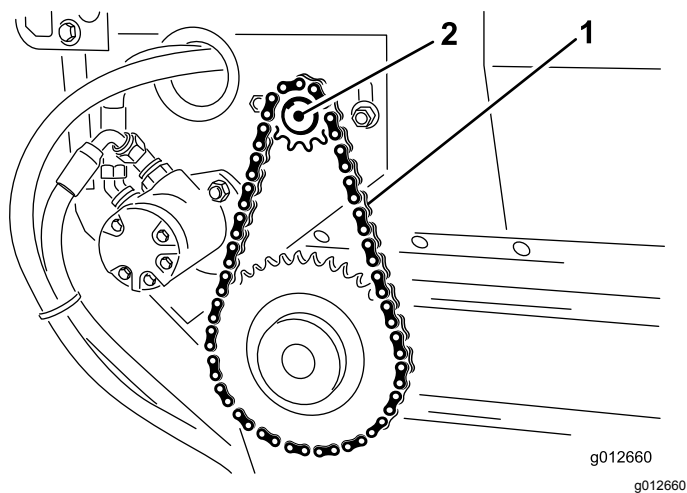

図 24
3. モータスプロケットアセンブリをメインフレームに固定しているボルト・ナットをゆるめる 図 24。
4. モータスプロケットアセンブリを回して 図 24 コンベアベルトのチェーンのたわみが 3.2 mm になるように調整する。
5. 取り付けボルトを締め付ける 図 24。